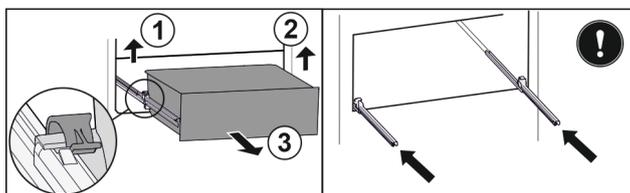

Fig. 97
- Nadvihnite ľavú svorku a súčasne ťahajte zásuvku vľavo dopredu. Fig. 97 (1)
- Nadvihnite pravú svorku a súčasne ťahajte zásuvku vpravo dopredu. Fig. 97 (2)
- Odoberte zásuvku dopredu. Fig. 97 (3)